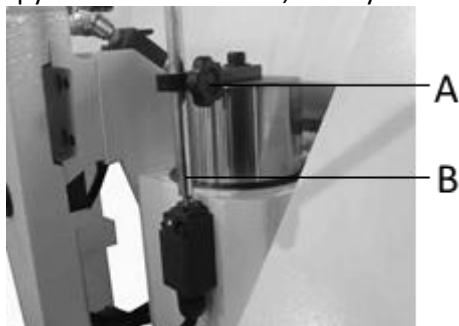

Рис.17
Верхний концевой выключатель должен быть отрегулирован таким образом, чтобы ленточное полотно пильной рамы в верхнем положении было чуть выше заготовки. Ослабьте винт (A, Рис.17) и установите пруток (B) на необходимой высоте, зафиксируйте его положение, затянув винт (A).